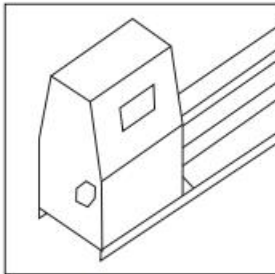

Figure 1
2. Lösen und entfernen Sie die Sechskantschraube mit einem verstellbaren Schraubenschlüssel. (siehe Abbildung 1)